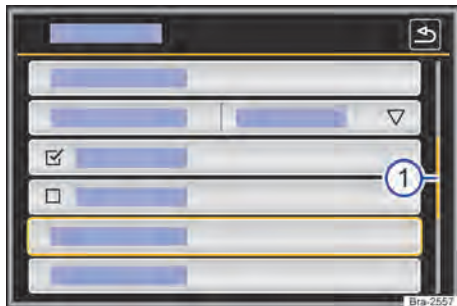

Fig. 121 Representação esquemática: entradas da lista no menu de configurações.
As entradas de lista podem ser acessadas pelo toque direto no display ou por meio do botão de rolagem → Fig. 121 ④.
Se em uma exibição de lista houver mais registros selecionáveis do que podem ser visualizados, são mostradas superfícies de função para a rolagem ou uma barra de rolagem à direita na imagem → Fig. 121 ①.